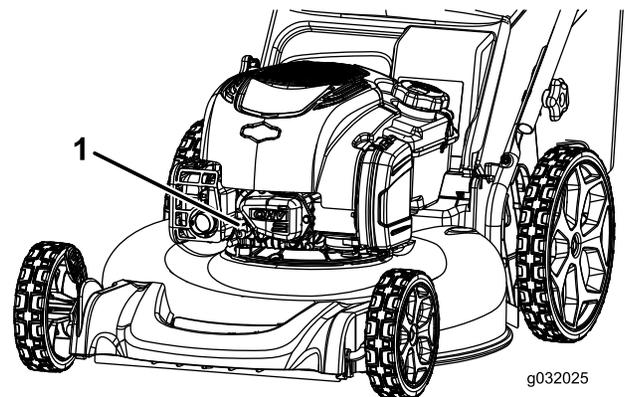

Bild 24
2. Ziehen Sie das Zündkabel von der Zündkerze (Bild 24) ab, bevor Sie Wartungsarbeiten ausführen.